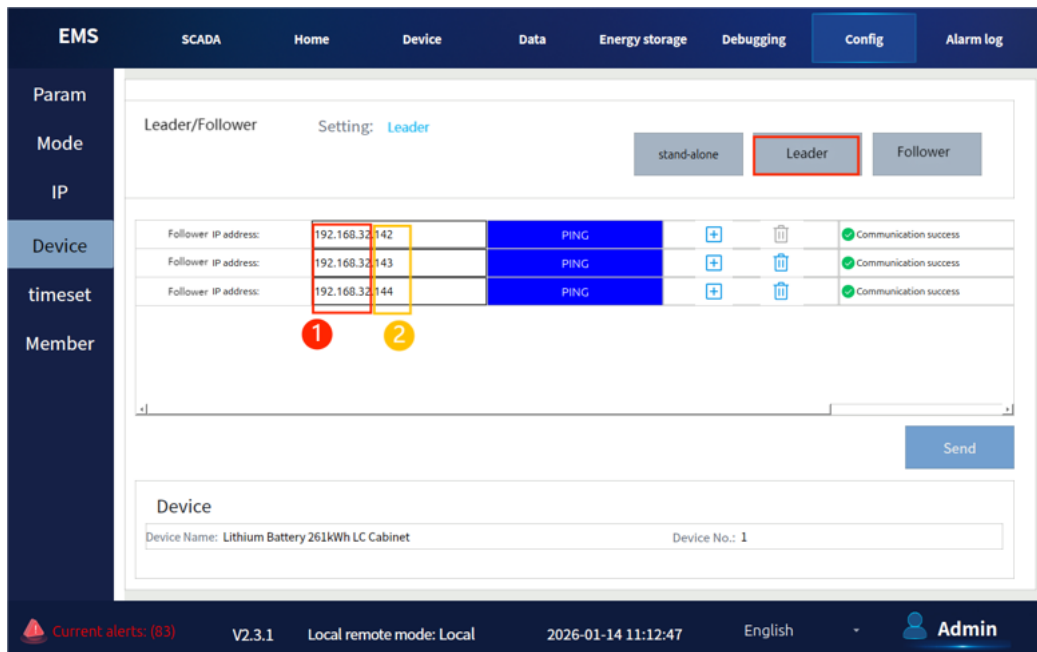

Abbildung 7.9-3: Kommunikationstest Leader (Wi-Fi-Modus)
Hinweis: Das Präfix der „Follower-IP-Adresse“ muss mit „IP2“ in den „IP-Parametern“ übereinstimmen (halten Sie ① identisch, wie in Abbildung 7.9-3 dargestellt, und vergeben Sie die IDs unter ②).